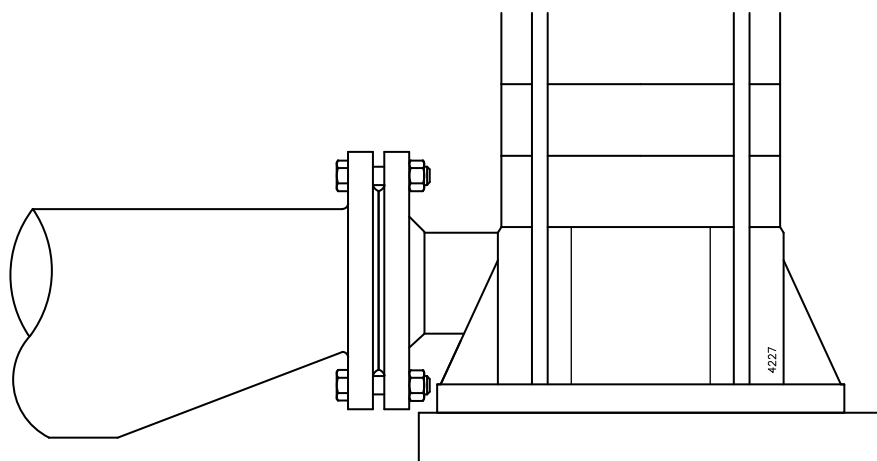

Рисунок 2: Переходной патрубок с эксцентричным расположением концевых отверстий для приемного фланца.
- Сечение всасывающей трубы должно иметь достаточные размеры. Эта труба должна быть по возможности короче и подходить к насосу таким образом, чтобы исключить образование воздушных пробок. Если это невозможно, в самой верхней точке трубы следует предусмотреть устройство для выпуска воздуха. Если внутренний диаметр всасывающей трубы превышает размер приемного патрубка насоса, для предотвращения образования воздушных пробок и завихрений необходимо применить переходной патрубок с эксцентричным расположением концевых отверстий, см. рисунок 2.